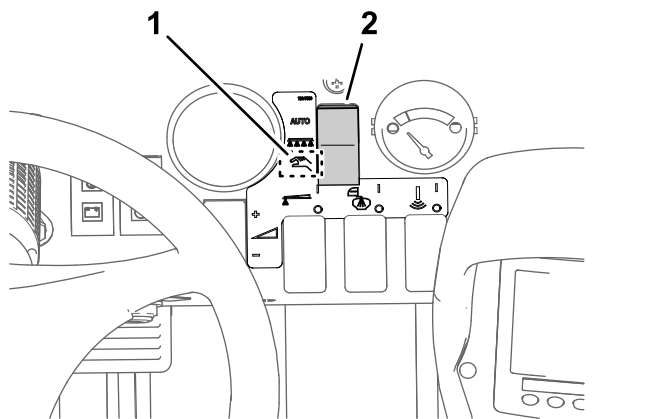

Figura 42
2. Mueva el interruptor del modo de fumigación al modo manual (Figura 42).